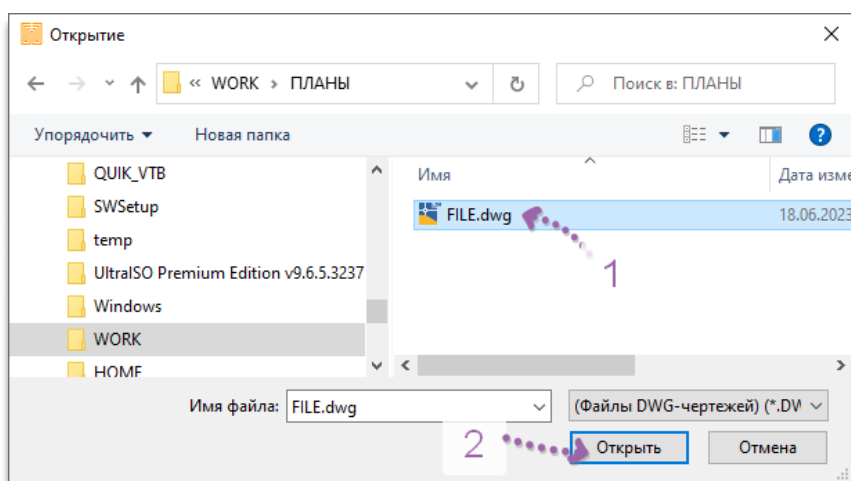
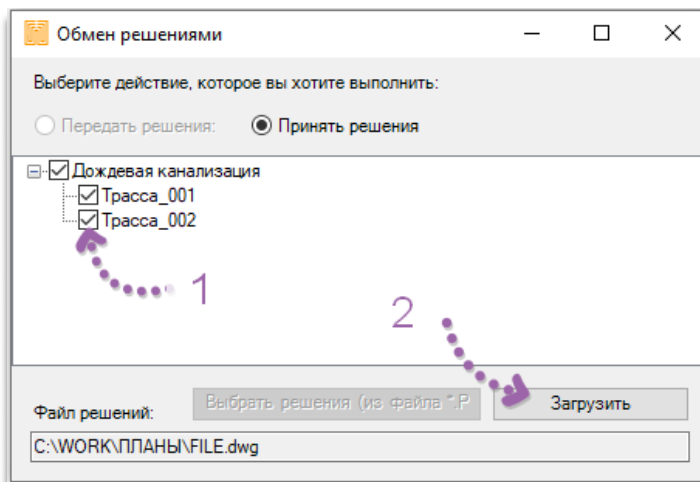

Рис. 2. Диалог выбора **dwg-файла**.
Рис. 3. Диалог выбора решений.
14. Порядок выполнения	<ol style="list-style-type: none"> <li>1) Включить режим выбора участков  </li> <li>2) Выбрать нужные участки сети</li> <li>3) Выбрать кнопку на панели (рис. 1)</li> <li>4) В диалоговом окне (рис. 2) установить нужные типоразмеры</li> <li>5) Выбрать кнопку «Установить» или отказаться от выполнения команды через кнопку «Отмена»</li> </ol>
<p>16. Результат</p>	<p>В результате в модели данных участка сети появятся данные о размерах (рис. 3 п. 2). Для раскрытия данных модели «Обоймы» нужно выбрать стрелочку (рис. 3 п.1)</p>  <p>Рис. 3. Фрагмент модели данных участка в части раздела «Дополнительные объекты»</p> <p>Для случая, когда параметр типоразмера “С” (см. рис. 2) будет отличен от нуля, команда установит величины смещения конструкции от оси (см. рис. 3 п.3)</p>
2. В диалоге выберите нужный вам **dwg-файл** (см. рис. 2).
3. В списке проектных решений выберите решения, которые вы хотите загрузить (см. рис. 3).